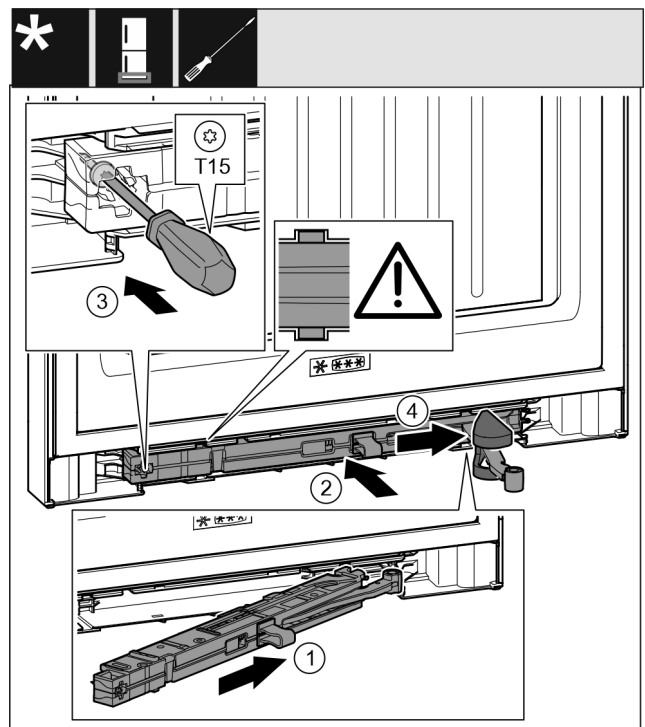

Fig. 68
- ▶ Tolja be ferden, ütközésig a záráscsillapító egységet Fig. 68 (1) a mélyedésbe a csapágybak felőli oldalán.
- ▶ Tolja be teljesen a mélyedésbe a záráscsillapító egységet Fig. 68 (2).
- ▶ Húzza meg a csavart Fig. 68 (3) csavarhúzóval.
- ▶ Tolja rá a csuklóra a fedelet Fig. 68 (4).